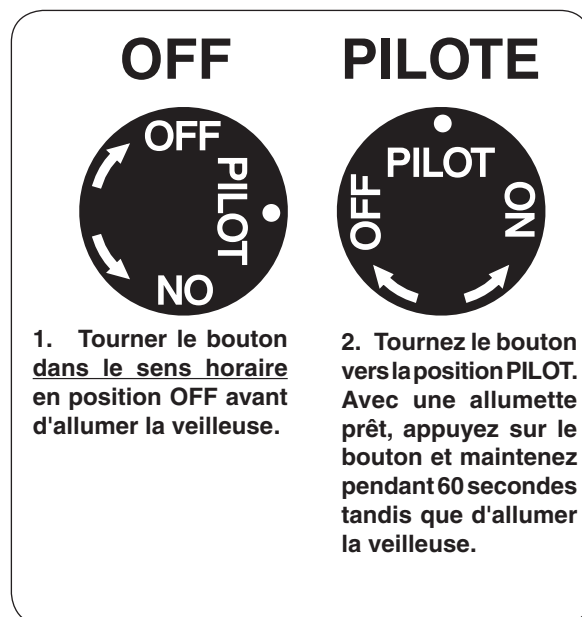

Fig. 36-1 Détail bouton de commande (OFF, PILOTE)
1. Localiser la vanne sur le côté gauche de l'appareil. Appuyer sur le bouton de contrôle du gaz et tourner dans le sens horaire en position **OFF** (Fig. 36-1).
2. Tournez le bouton de réglage dans le sens antihoraire pour **PILOTE** (Fig. 36-1). Appuyez sur le bouton de commande **fermement et pleinement** enfoncée. Mantenga partido largo chimenea o un encendedor cerca del termopar a encender el piloto. Continúe a tenir le bouton de commande pendant environ 60 secondes après que le pilote est allumé, puis relâchez le bouton. Le pilote reste allumé.